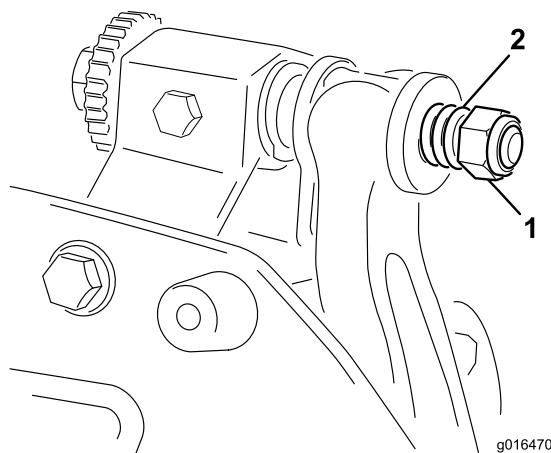

Figura 22
6. Apriete la tuerca de tensado del muelle hasta que el muelle esté comprimido del todo, luego aflójela 1/2 vuelta (Figura 22).